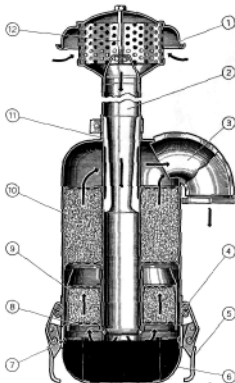

Fig. 28. - Sezione del filtro aria.
**Ogni 20 ore di lavoro:** togliere la vaschetta sollevando i due ganci che la fissano al corpo del filtro (fig. 28), controllare il livello dell'olio e se necessario ripristinarlo impiegando olio da motore.